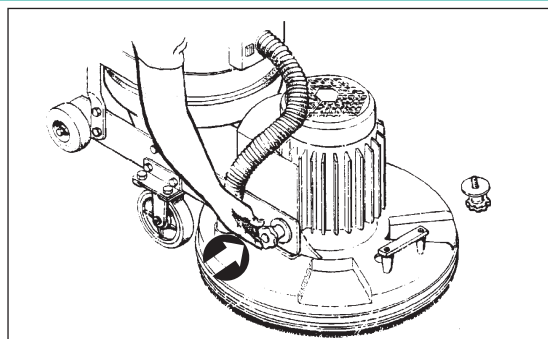

Figura 2
4. Rimuovere entrambe le manopole del gruppo di sabbatura e staccare il gruppo di sabbatura dal telaio. Vedere la Figura 2.